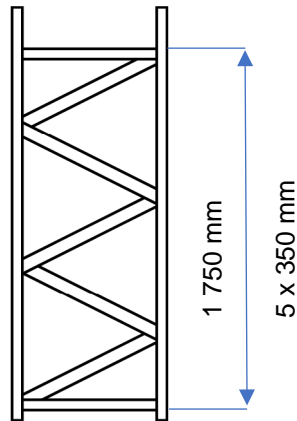

Fig. 6
6. Fijar el segundo extremo de la primera diagonal del bastidor a la distancia indicada. (Fig. 6)